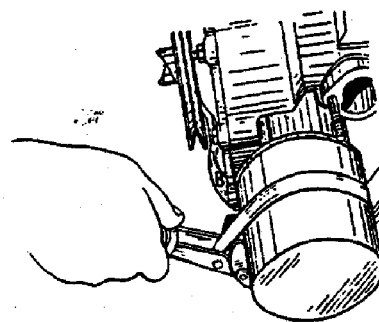

Fig. 2-4. Remoção do filtro de óleo
8. Utilizando-se da ferramenta A.60312, remover o filtro de óleo lubrificante (fig. 2-4).